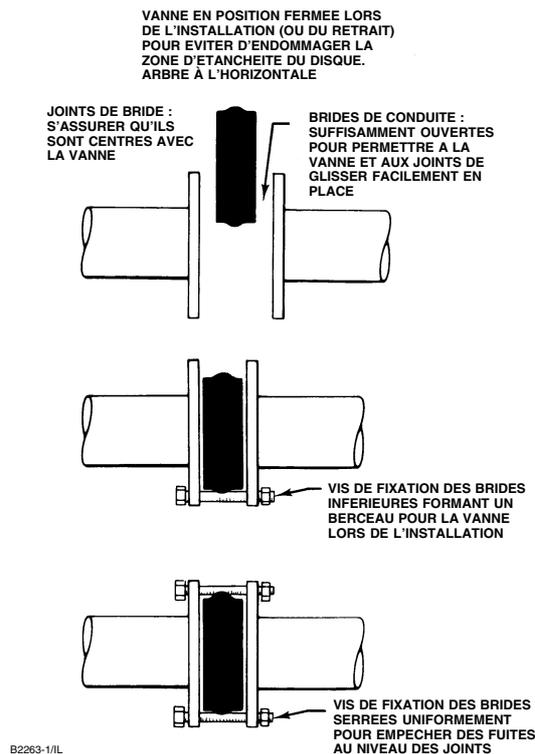

Figure 5. Étapes d'installation correcte
1. Consulter le manuel d'instructions de l'actionneur pour repérer la butée de course de l'actionneur qui contrôle la position fermée du disque de la vanne (n° 2). Lors du réglage de la butée de course ou de la course, vérifier que le disque est à une distance comprise entre 0 et 0,76 mm (0 et 0.030 in.) de la butée interne du corps de la vanne (voir la figure 5). Ce réglage est nécessaire pour que le couple de sortie de l'actionneur soit complètement absorbé par la butée de course de l'actionneur ou par l'actionneur. La butée de course interne du corps de la vanne ne doit pas absorber le couple de l'actionneur.
• **Pour les vannes de type à insérer entre brides (sandwich)** : Installer d'abord les vis de fixation des brides inférieures afin de former un berceau pour la vanne (voir la figure 5). Voir le tableau 5 pour les spécifications des vis de fixation des brides.
2. Installer la bague d'étanchéité et le joint torique dans le corps de la vanne. Le plus large diamètre externe de l'anneau d'étanchéité va dans la zone de la fente en té du corps de la vanne (voir la figure 5). Commencer à engager le bord au diamètre le plus large dans la fente en té du corps de la vanne au moyen d'un tournevis à bout plat. Si un kit de maintenance est disponible, utiliser les outils d'installation du joint.